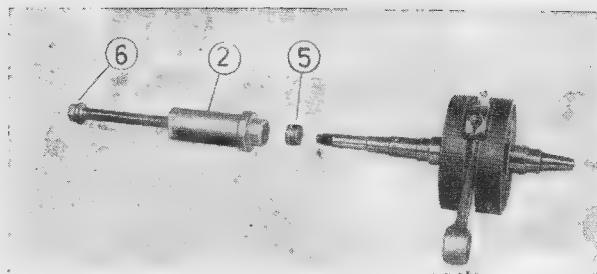

Bild 226. Druckstück – Demonstrationsbild
Unbedingt vor dem Aufsetzen des Kupplungsabziehers das Druckstück (5) auf den Zentrierbund der Kurbelwelle auflegen (Bild 226)!
- Kurbelwelle mit der Druckspindel (6) des Kupplungsabziehers durch Rechtsdrehung herausdrücken; dabei hält die freie Hand die Kurbelwelle von unten und sorgt dafür, daß die Welle nach dem Verlassen des Lagersitzes nicht herunterfällt.